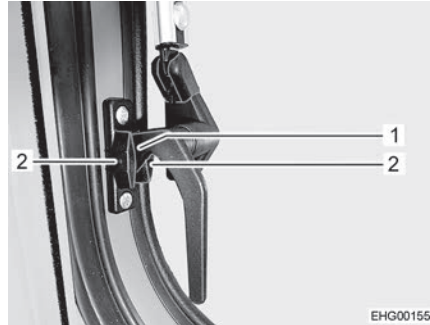

Fig. 42 Leva di serraggio, laterale (posizione "Aerazione continua")
- Ruotare le leve di serraggio laterali di un quarto di giro verso il basso. Nel mentre, inserire il nasello di chiusura (Fig. 42,1) tra le due metà del blocchetto di bloccaggio.